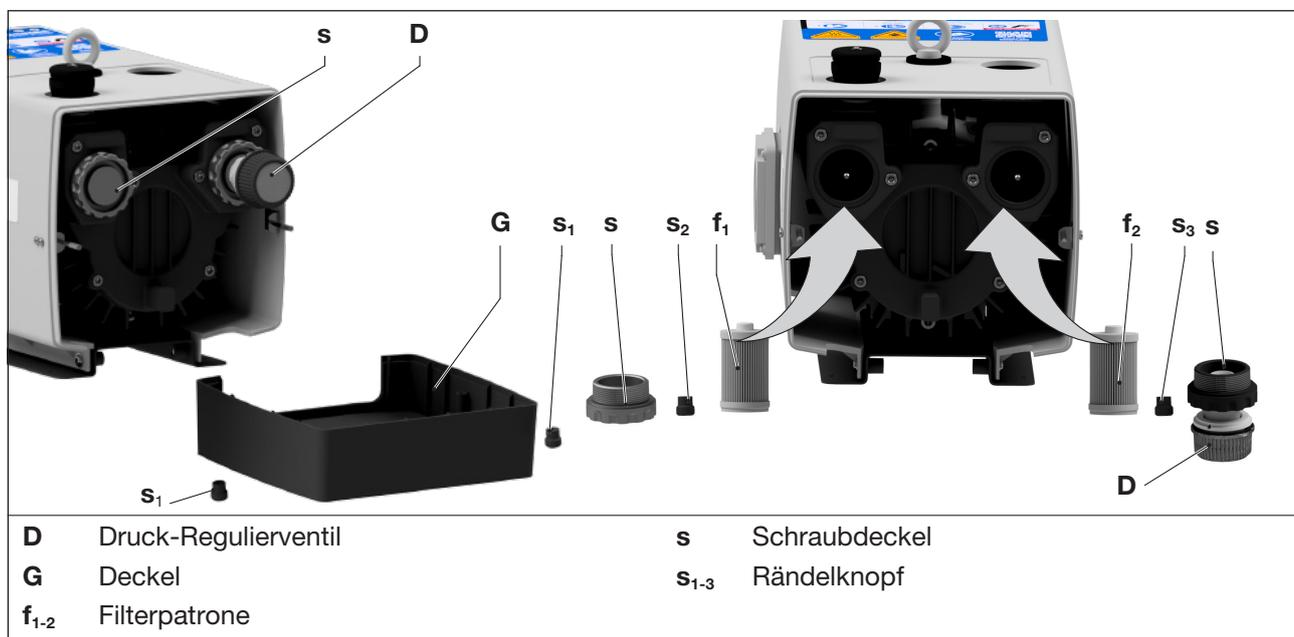

Abb. 4 Luftfilterwechsel
Die Filterpatronen für Saugluft (Abb. 4/f₁) und Druckluft (Abb. 4/f₂ → Zubehör) sind monatlich, oder je nach Verunreinigung öfters, durch Ausblasen zu reinigen oder zu ersetzen. Trotz Reinigen der Filter wird sich deren Abscheidungsgrad zunehmend verschlechtern. Deshalb sollten die Filter halbjährlich erneuert werden.
- Den Deckel (Abb. 4/G) nach lösen der Rändelknöpfe (Abb. 4/s₁) entfernen.
- Auf der Saugseite den Schraubdeckel (Abb. 4/s) und Rändelknopf (Abb. 4/s₂) lösen und entfernen.
- Auf der Druckseite den Schraubdeckel (Abb. 4/s) mit Druck-Regulierventil (Abb. 4/D) und Rändelknopf (Abb. 4/s₃) lösen und entfernen.
- Die Filterpatronen für Saugluft (Abb. 4/f₁) und Druckluft (Abb. 4/f₂) herausnehmen und reinigen oder ersetzen.
- Die Filterpatrone (Abb. 4/f₁) auf der Saugseite einsetzen und mit Rändelknopf (Abb. 4/s₂) und Schraubdeckel (Abb. 4/s) befestigen. Rändelknopf und Schraubdeckel handfest anziehen.
- Die Filterpatrone (Abb. 4/f₂) auf der Druckseite einsetzen und mit Rändelknopf (Abb. 4/s₂) und Schraubdeckel (Abb. 4/s) mit Druck-Regulierventil befestigen. Rändelknopf und Schraubdeckel handfest anziehen.
h) Den Deckel (Abb. 4/G) mit den Rändelknöpfen (Abb. 4/s₁) montieren. Rändelknöpfe handfest anziehen.
- b) Den Deckel (Abb. 4/G) nach Lösen der Rändelknöpfe (Abb. 4/s₁) entfernen.
- j) Den Deckel (Abb. 4/G) mit den Rändelknöpfen (Abb. 4/s₁) montieren. Rändelknöpfe handfest anziehen.